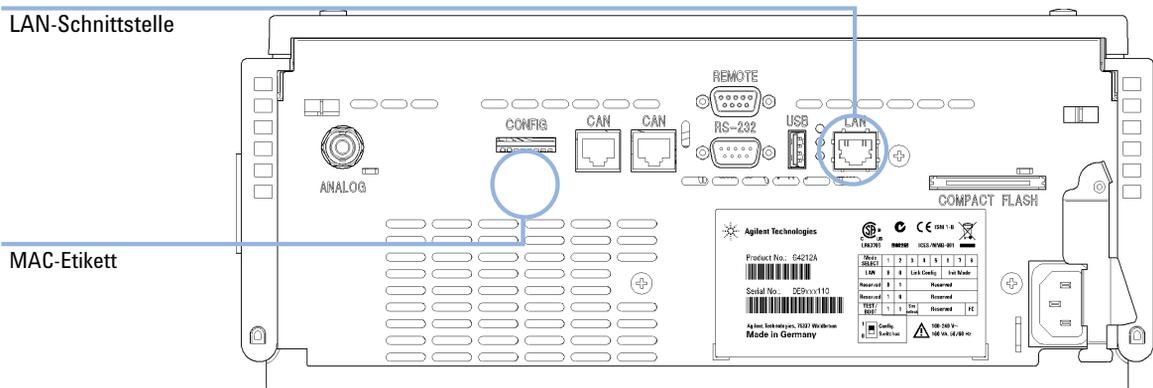

Abbildung 17 Position der LAN-Schnittstellen und des MAC-Etiketts
- 1 Notieren Sie die MAC-Adresse (Media Access Control). Die MAC- oder Hardware-Adresse der LAN-Schnittstelle ist eine weltweit eindeutige Kennung. Keine andere Netzwerkkomponente besitzt dieselbe Hardware-Adresse. Sie finden die MAC-Adresse auf der Rückseite des Moduls auf einem Etikett unter dem Konfigurationsschalter (siehe Abbildung 17 auf Seite 58).
- 2 Schließen Sie die LAN-Schnittstelle des Geräts (siehe Abbildung 17 auf Seite 58)